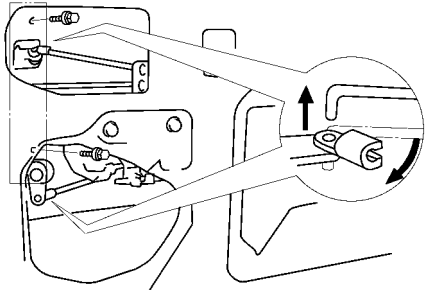

图 17-55 拆下门外把手
(6) 拆下门外把手。旋下两个螺栓, 从 2 根连接杆上脱开并拆下把手, 如图 17-55 所示。